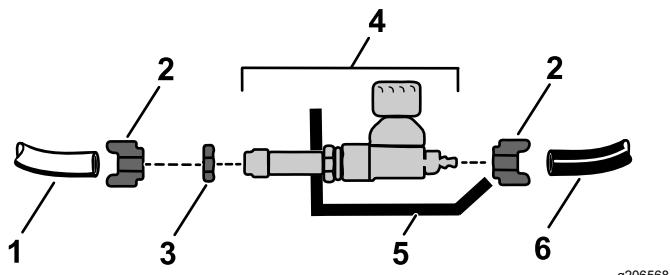

図 10
- バルブボディから圧縮ナットを外す図 10。
- バルブからジャムナットを外す図 10。
- 外したジャムナットを使用してバルブをバルブマウントに固定する図 10。
- 圧縮ナットに、青色チューブと白色チューブを入れる図 10。
- 圧縮ナットをバルブに締め付けて青色チューブと白色チューブをバルブに固定する図 10。